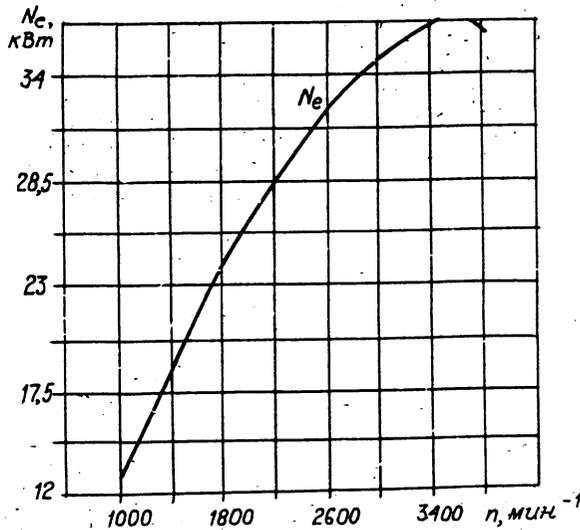

Рисунок 3.1. Скоростная (внешняя) характеристика автомобильного двигателя
3.2. Как изменится динамический фактор автомобиля при увеличении скорости с 50 до 90 км/ч на прямой передаче? При решении использовать скоростную характеристику двигателя (рисунок 3.1.). Сила тяжести $G = 17983$ Н; радиус колеса $r_k = 0,344$ м; передаточное число главной передачи i_0